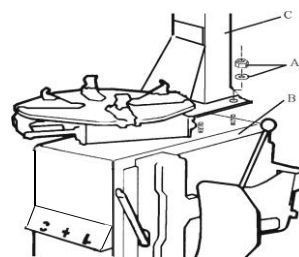

Fig. 4
2. Skru møtrikken A på underdelen B (som vist på fig. 4) og løft søjlen C på plads med boltene på underdelen. Fastgør søjlen med møtrikken.